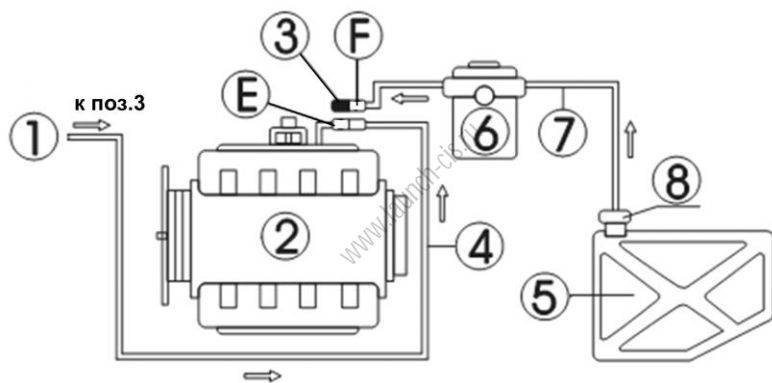

Рис.5.16
- 1) Отсоедините шланги подачи топлива (E, F) топливной системы двигателя (при снятии соединителя оберните его куском ткани), и затем подберите подходящий соединитель и подключите его к концу шланга E, другой конец подсоедините к подающему шлангу стенда. Подвесьте шланг слива топлива. См. рис.5.16.
- 2) Перекройте другой конец отсоединенного шланга (F) заглушкой, (используйте в том случае, если топливный насос имеет функцию возврата топлива) или снимите предохранитель топливного насоса, или отсоедините кабель питания топливного насоса.